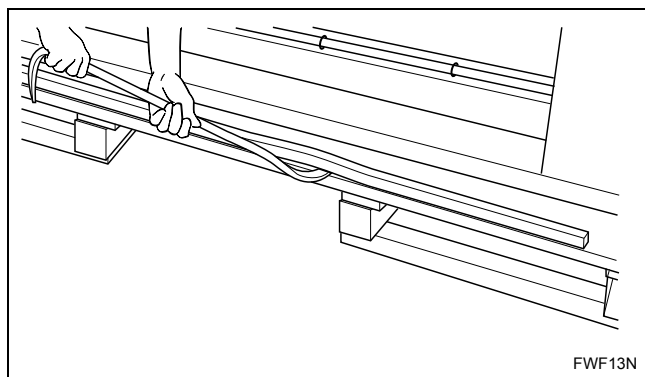

Figura 5
3. Usare un palanchino per rimuovere il fermo di legno dal pattino. Consultare la *Figura 5*.